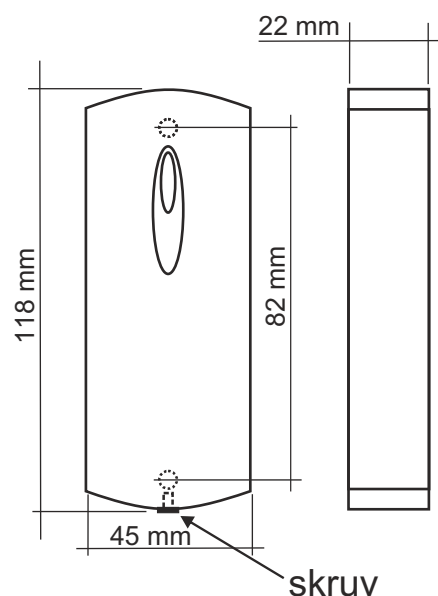

Bild 2. Enhetens mått.
1. Märk ut och borra fästhål (bild 2)